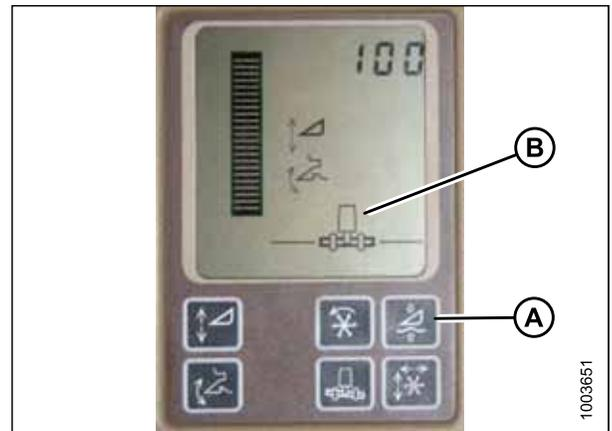

Figura 4.68: Pantalla de la cosechadora John Deere
**NO** utilice la función de flotación activa de la plataforma (A) junto con el control automático de altura de la plataforma (AHHC) MacDon, ya que los dos sistemas se contrarrestan entre ellos. El símbolo de la plataforma (B) en la pantalla **NO** debe presentar una línea ondulante debajo de él y debe aparecer exactamente como se muestra en la pantalla activa de control de la plataforma en la figura 4.68, página 131.